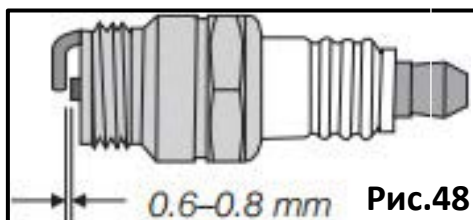

Рис.48
- Проверьте зазор между электродами, зазор должен быть 0,75 мм см.рис.48.